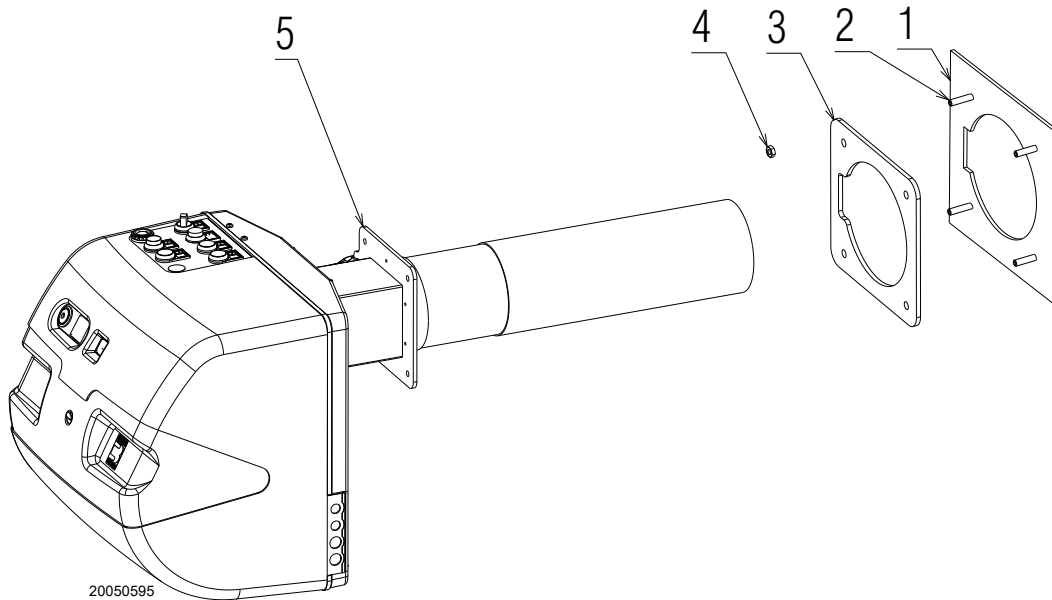

Fig. 16
- Enroscar los espárragos (2)(Fig. 16) en la placa de la caldera (1)(Fig. 16).
- Colocar la pantalla refractaria (3)(Fig. 16).
- Fijar la brida (5)(Fig. 16) en la placa de la caldera y enroscar las tuercas (4)(Fig. 16).